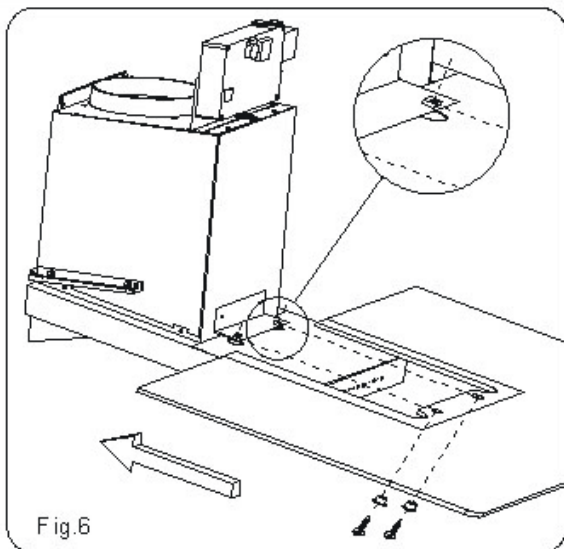

Fig. 6
УСТАНОВКА СТЕКЛА В ВЫТЯЖКУ РИС. 6
- 4) Установить две скобы, как показано на **рис. 6**
- 6) Проверить, чтобы два крепежных винта корпуса «Х» не были закручены до упора **рис. 6**.